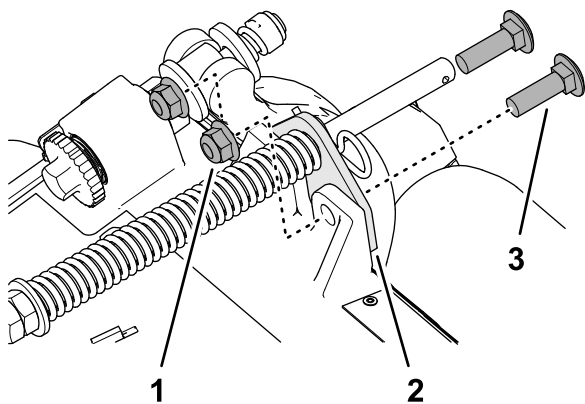

Figure 11
2. Retirez les 2 contre-écrous à embase ($\frac{3}{8}$ po) et 2 boulons de carrosserie ($\frac{3}{8}$ x $1\frac{1}{4}$ po) qui fixent le support du compensateur au cadre de l'unité de coupe (Figure 11).